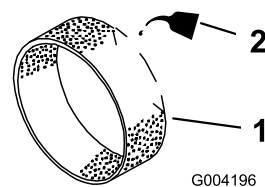

Figura 41
3. Coloque 3 a 6 cl de óleo no filtro prévio (Figura 41).